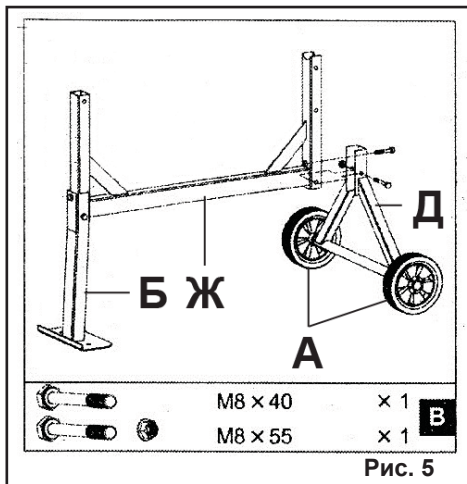
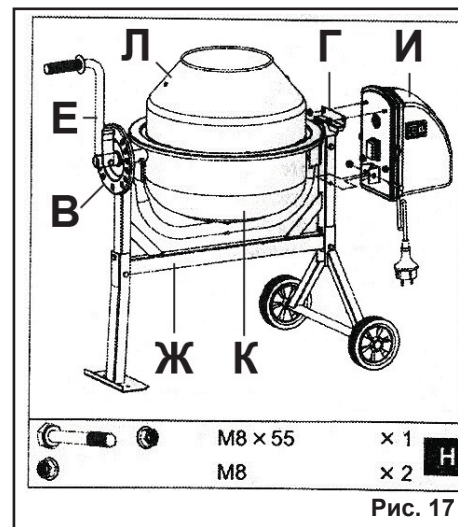

Рис. 5
Рис. 17
Закрепите скобу электродвигателя в сборе (И) к раме (Ж), со стороны задней стойки (Д) (Рис. 5), с одной стороны болтом М8х55 и гайкой М8 с другой стороны (Рис. 17).
7.2. Выставьте ёмкость бетоносмесителя на выбранный угол диска фиксирующего (В) (Рис. 17). Для этого, преодолевая